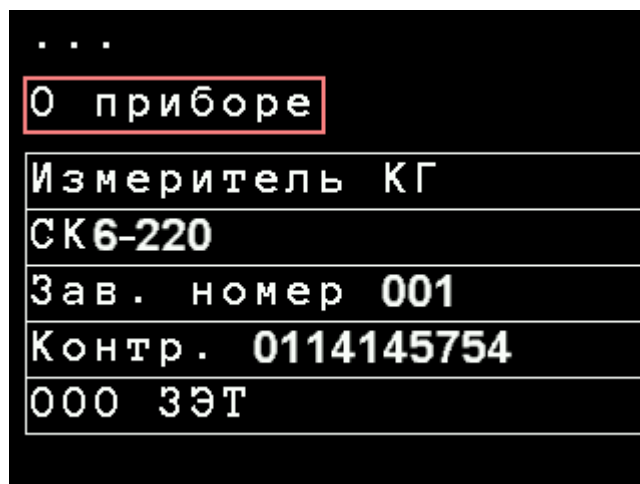

Рисунок 2.5. Подменю «0 приборе ...»
- подменю «О приборе ...», которое служит для отображения индивидуальных данных конкретного экземпляра измерителя (см. рисунок 2.5);